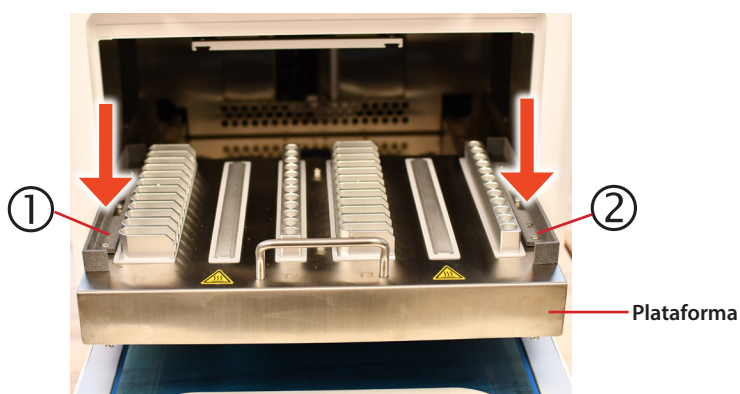

Figura 3
Faça deslizar a plataforma para fora e coloque os suportes do tabuleiro conforme ilustrado na Figura 3. Coloque o suporte ① numerado no lado esquerdo e o suporte numerado ② no lado direito da plataforma.